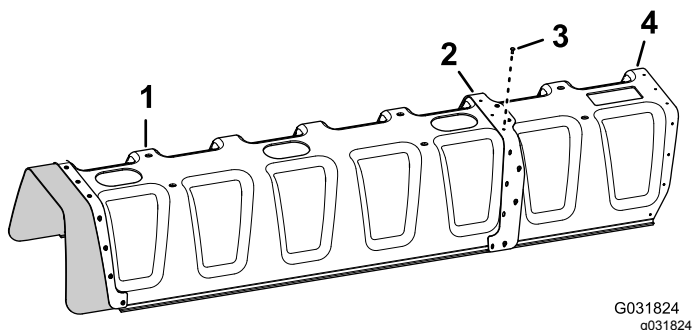

Figura 147
4. Fissate la prolunga della copertura alla copertura della sezione a 11 ugelli (Figura 147) con 11 ribattini con spina (N. cat. Toro 114439).